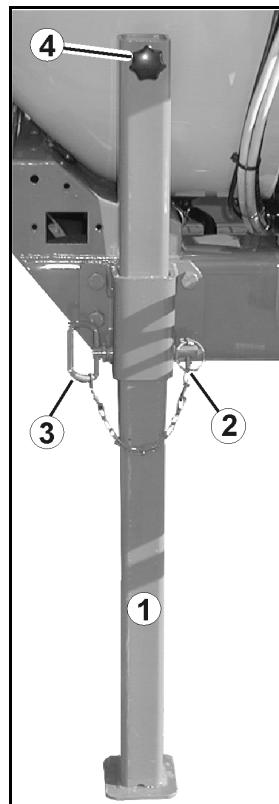

Fig. 40
Picior de sprijin glisant (Fig. 40/1) :
1. Desfaceți șplintul (Fig. 40/2).
2. Scoateți bolțul (Fig. 40/3).
3. Ridicați / coborâți piciorul de sprijin prin intermediul mânerului (Fig. 40/4).